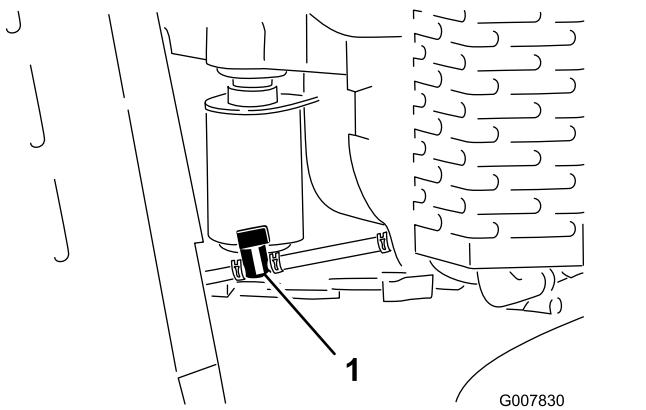

Figura 35
3. Rode a válvula de bloqueio de combustível para a posição fechada (Figura 35).
4. Aperte as extremidades da braçadeira de tubos no lado do motor da válvula em simultâneo e afaste o tubo do combustível da válvula (Figura 35).
5. Puxe o tubo do combustível da válvula (Figura 35).